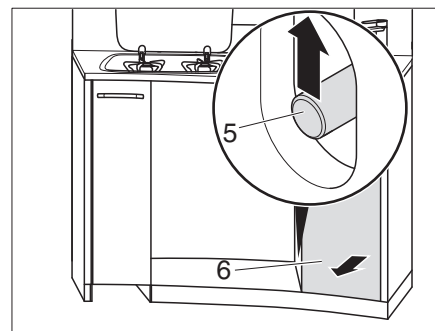

Bild 130 Hohe Küchenschublade entriegeln
- Durch die Öffnung greifen und Schubstange (Bild 130,5) nach oben schieben.